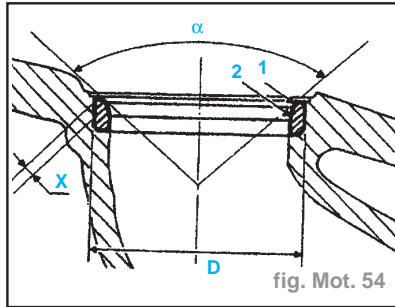

fig. Mot. 54
- La rectification de la portée d'admission s'effectue avec la fraise **n°208** côté **31°** réduire la largeur de cette portée en 2, grâce à la fraise **n°212** côté **75°** jusqu'à l'obtention de la largeur **X** (fig. Mot. 54) :